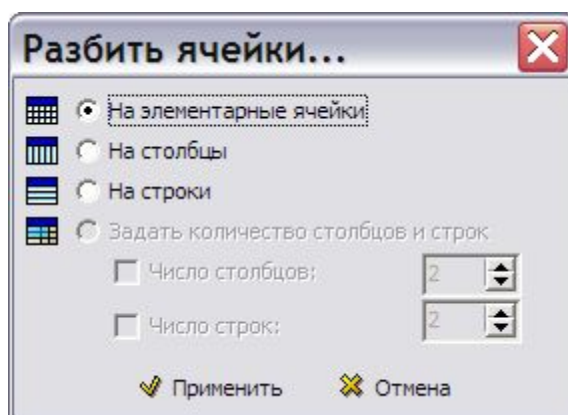

Рис. 3.64
2. В контекстном меню выберите команду **Разбить ячейки...**. После этого откроется одноименное диалоговое окно (Рис. 3.64).